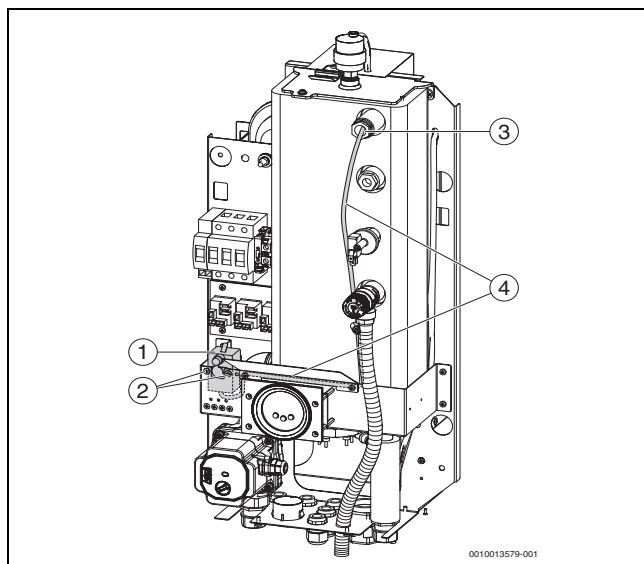

Bild 4 Platzieren des Sicherheitstempurbegrenzers und des Kapillarfühlers
- ▶ Arretierungsfeder aus der Tauchhülse herausnehmen, Kapillarfühler des Thermostats herausziehen, die Kapillare aus dem Bündel lösen, den ursprünglichen STB abschrauben und herausnehmen. (→ Abb. 4, [3, 4])